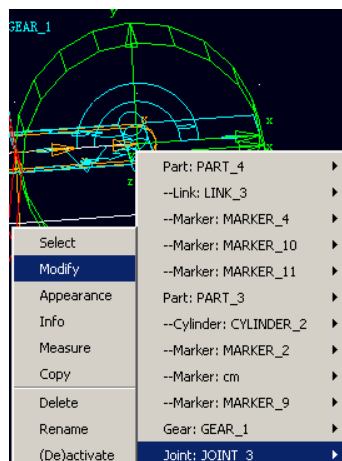

图 5-1 旋转副属性修改命令
5.2 对小齿轮的进行运动分析。对小齿轮的旋转副 JOINT_3 进行角位置分析。在 ADAMS/View 工作窗口中用鼠标右键点击小齿轮的旋转副 JOINT_3，选择 Modify 命令，如图 5-1 所示，在弹出的修改对话框中选择测量（Measures）图